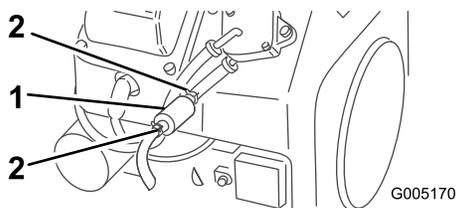

図 31
4. 古いフィルタのクランプをゆるめて脇に寄せる 図 31。
5. 燃料ラインの下に回収容器を置き、燃料ラインからフィルタを外す 図 31。